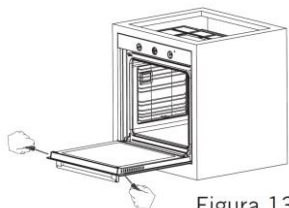
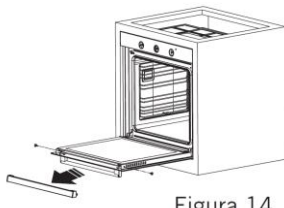
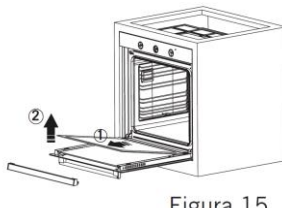

Figura 13
Figura 14
Figura 15
2. Retire los tornillos situados a ambos lados (derecho e izquierdo) del perfil tal y como se muestra en la **Figura 13**, después extraiga el perfil tirando del mismo hacia afuera como se muestra en la **Figura 14**. El cristal quedará libre después de extraer el perfil, como se aprecia en la **Figura 15**. Tire con mucho cuidado del cristal liberado hacia usted. Si incluye un cristal central también podrá ser retirado de la misma forma. El cristal exterior está fijado al cerco de la puerta. Una vez limpios los cristales proceda a colocarlos de forma inversa al descrito para extraerlos.